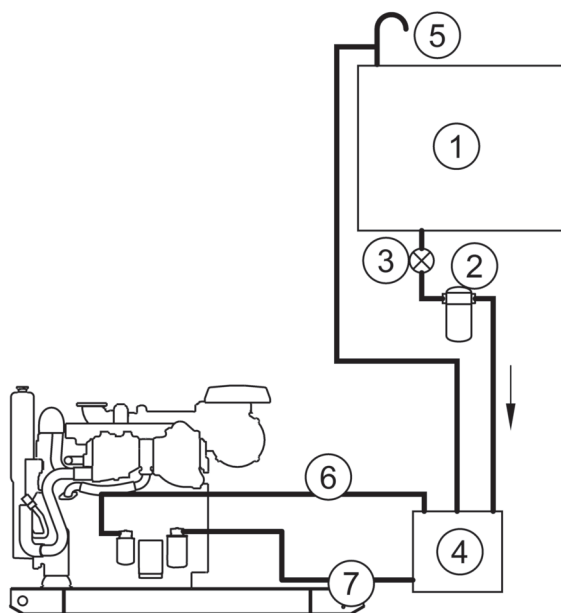

Figura 24
La figura 24 muestra un sistema donde el depósito diario está situado debajo del depósito de combustible y utiliza la gravedad para suministrar combustible al depósito diario.
En algunos casos, son necesarios una serie de depósitos de combustible para lograr el régimen operativo requerido. En tales casos y cuando sea posible, uno de los depósitos debe actuar de depósito principal de cada motor y los demás deben disponerse de forma que drenen al depósito principal por efecto de la gravedad. Cuando no sea posible aprovechar el efecto de la gravedad, debería utilizarse el sistema mostrado en la Figura 24.
La figura 24 muestra un depósito colector (1), alimentado por todos los depósitos de almacenaje y conectado a los sistemas de alimentación y retorno del motor, pero con un tubo de ventilación (elemento 5) llevado hasta el depósito que resulte conveniente y conectado en el punto más alto. Los conductos de combustible (elemento 7) deben salir de la parte inferior del depósito colector y los retornos de combustible (elemento 6) de la parte superior.